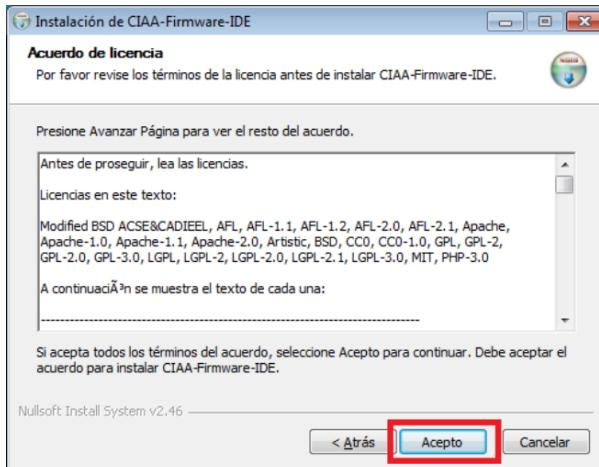

Figura 7: Arranque del instalador del software IDE
- A continuación, el usuario debe aceptar las licencias para la utilización del programa. Como se muestra en La Figura 7.